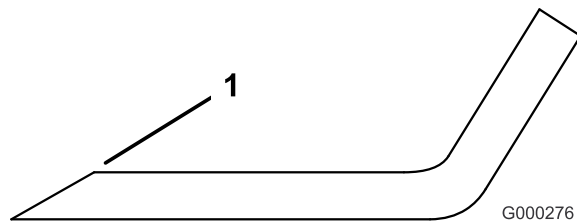

Figure 97
1. Au moyen d'une lime, aiguissez les tranchants aux deux extrémités de la lame (Figure 97). Veillez à conserver l'angle de coupe d'origine. Limez la même quantité de métal sur chacun des deux tranchants pour ne pas déséquilibrer la lame.